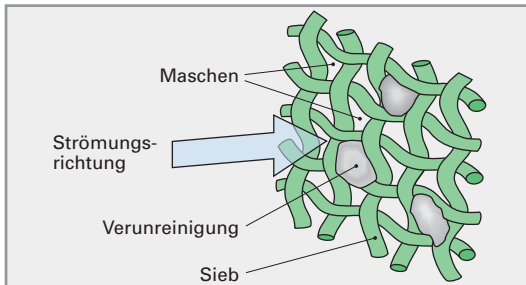

Bild 2: Wirkungsweise eines Siebfilters
**Siebfilter.** Die Filterwirkung wird dadurch erreicht, dass die Abmessungen der Filtermaschen kleiner als die Verunreinigungen sind (Bild 2).